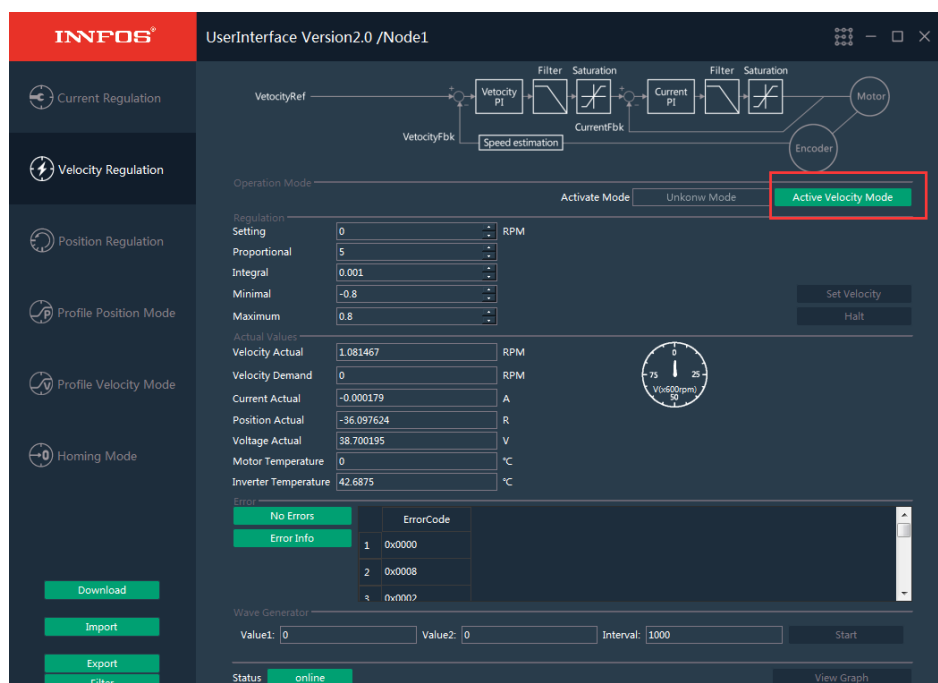

图 23
1.点击“Active Velocity Mode”，激活当前速度环模式，如图 23